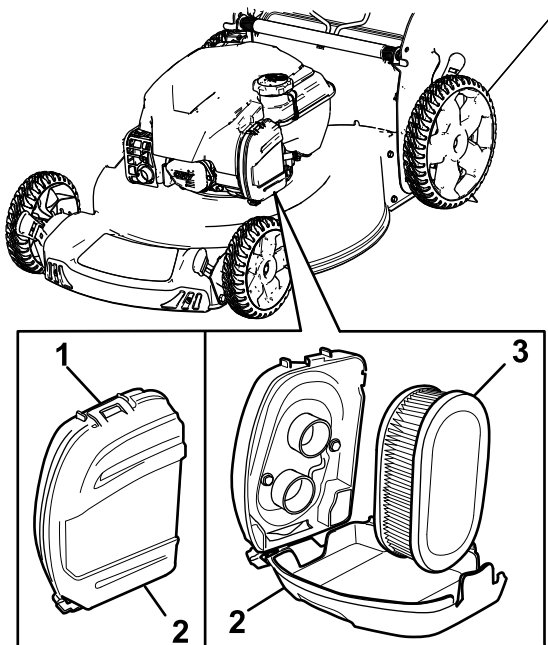

Figura 20
- Abra los cierres de la parte superior de la tapa del filtro de aire (Figura 20).
- Retire el filtro de aire (Figura 20).